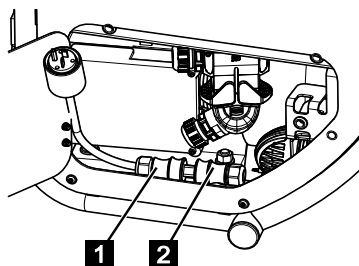

Fig. 155
3. Raccorder l'accouplement (Fig.155/2) au connecteur du câble adaptateur (Fig.155/1).